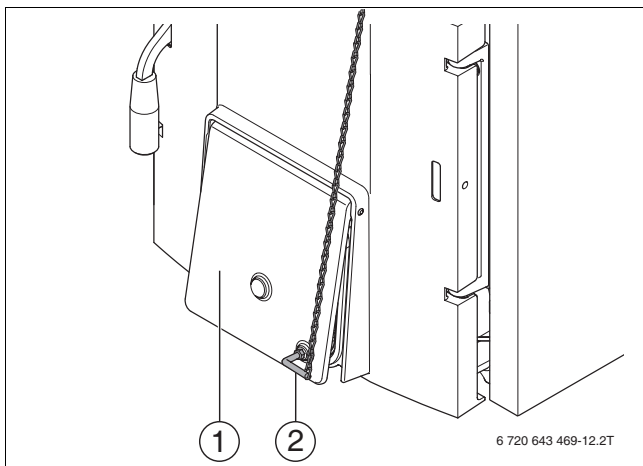

Рис. 15 Монтаж цепи регулятора и регулировка воздушной заслонки
- ▶ Закрепите угловую тягу [2] (см.рис.15) на воздушной заслонке [1] зольной дверцы.